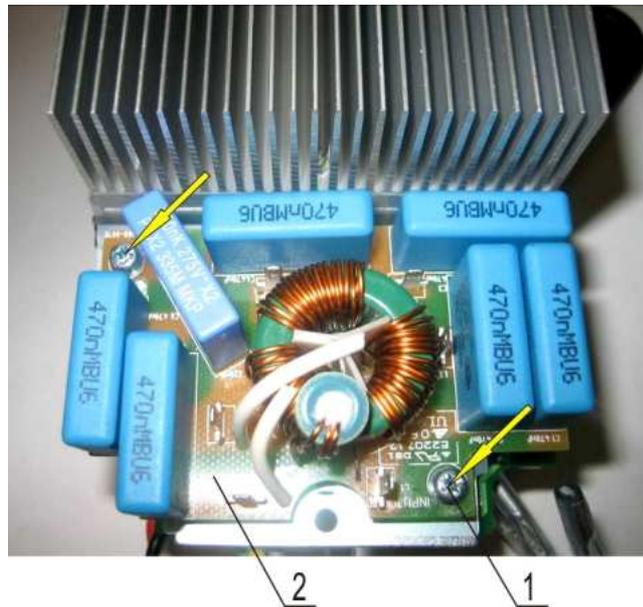

Рис. 6.15
6.8.2. Перевернуть модуль ПЧ. Открутить два винта 1. Снять плату 2 и прокладку (рис. 6.15). Положить плату и прокладку в тару.